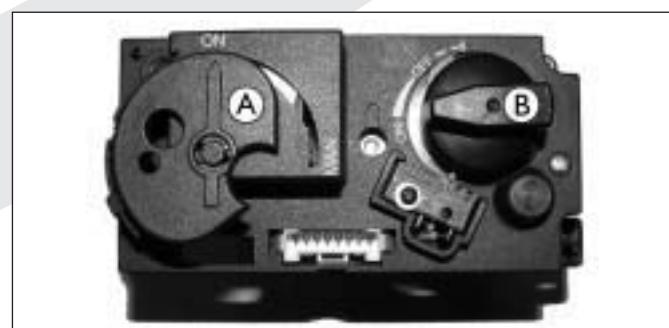

fig. 32
**Attention** - Pendant le processus d'allumage, il n'est pas autorisé de commander manuellement le bouton de réglage B sur le bloc de réglage du gaz (voir Fig. 32) ;
- Placez le bouton A sur le bloc de réglage du gaz sur ON (le bouton B est automatiquement commandé) (voir fig. 32). Le bloc de réglage du gaz se trouve dans le coffret de commandes.